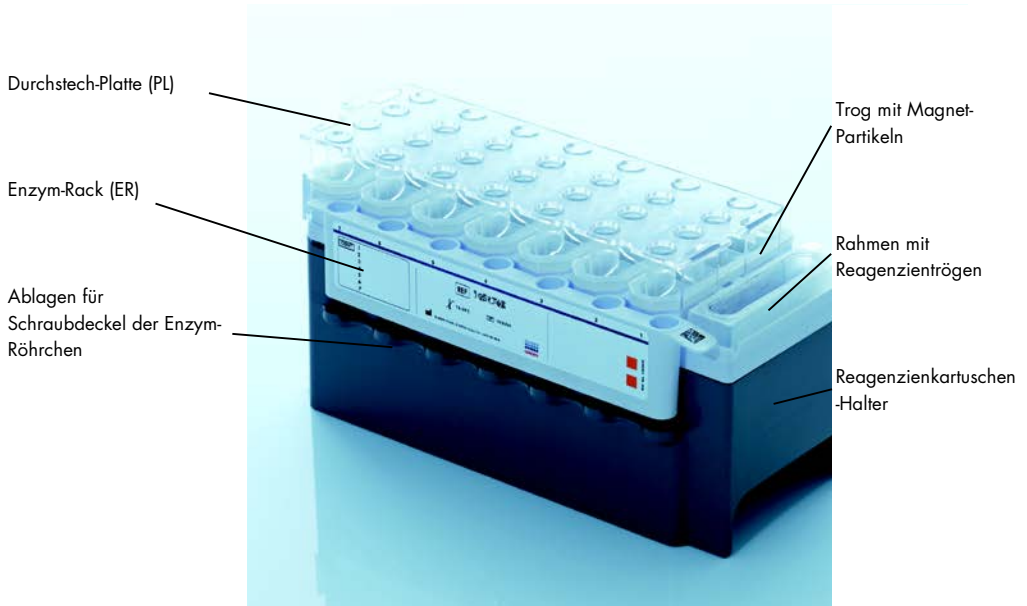

Abbildung 2. QIAasympy Reagenzienkartusche (RC). Die Reagenzienkartusche enthält alle Reagenzien, die für den Protokolllauf benötigt werden.
Die Reagenzien für die DNA-Reinigung befinden sich in der innovativen Reagenzienkartusche (RC) (siehe Abbildung 2). Jeder Trog der Reagenzienkartusche enthält ein bestimmtes Reagenz, beispielsweise die Magnet-Partikel, Lysepuffer, Waschpuffer oder Elutionspuffer. Nur teilweise aufgebrauchte Reagenzienkartuschen können mit den wiederverwendbaren Dichtungsstreifen für eine spätere Verwendung verschlossen werden, sodass nichts verschwendet wird und am Ende des Reinigungsprotokolls kein zusätzlicher Abfall durch übrig gebliebene Reagenzien entsteht.
Vergewissern Sie sich vor Start des Protokolllaufs, dass die Magnet-Partikel vollständig resuspendiert sind. Entnehmen Sie den Trog mit den Magnet-Partikeln aus dem Reagenzienkartuschen-Rahmen, schütteln Sie ihn gründlich, für mindestens 3 Minuten auf einem Vortex-Schüttler, und setzen Sie ihn unmittelbar vor erstem Gebrauch wieder in den Rahmen der Reagenzienkartusche. Stellen Sie die Reagenzienkartusche in den Reagenzienkartuschen-Halter. Stellen Sie das leere Enzym-Rack (ER) in den Reagenzienkartuschen-Halter. Setzen Sie eine Durchstech-Platte (PL) oben auf die Reagenzienkartusche, bevor Sie sie zum ersten Mal verwenden (siehe Abbildung2, oben).
Nach Abnehmen des Deckels vom Magnet-Partikel-Trog und Öffnen der Röhrcen des Enzym-Racks (die Schraubdeckel können auf die dafür vorgesehenen Ablageflächen gelegt werden; siehe oben, Abbildung 2), wird die Reagenzienkartusche in die „Reagenzien und Verbrauchsartikel“-Schublade („Reagents and Consumables“) gestellt.